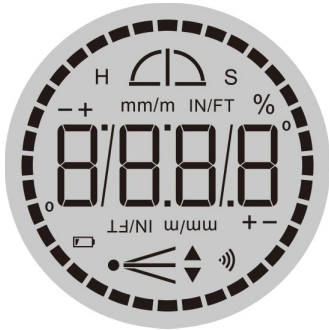

Рис. 2
- Os 36 LED à volta do visor (8) imitam um nível de bolha de ar físico (Fig. 2). Quando o dispositivo estabilizar, 18 LED acendem na parte inferior do visor (8) para determinar a inclinação atual.
- На дисплее (8) по кругу расположены 36 светодиодов, имитирующих пузырьковый уровень (рис. 2). После стабилизации прибора в нижней части дисплея (8) загораются 18 светодиодов, определяющих текущий наклон.